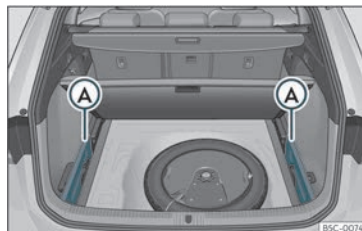

Fig. 111 Nel bagagliaio: alloggiamento per la riposizione del pianale avvolgibile.
- Rimuovere i coperchi a sinistra e a destra »» fig. 111 A.